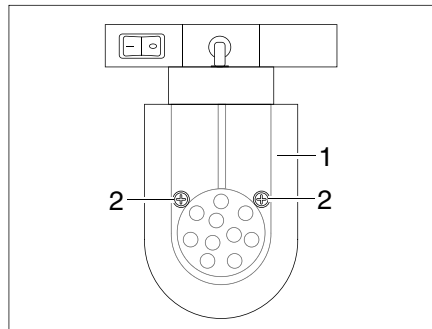

Fig. 162 Spot DEL (coulissant)
- Desserrer les vis de fixation (Fig. 162,2).
- Retirer prudemment le verre de lampe (Fig. 162,1).